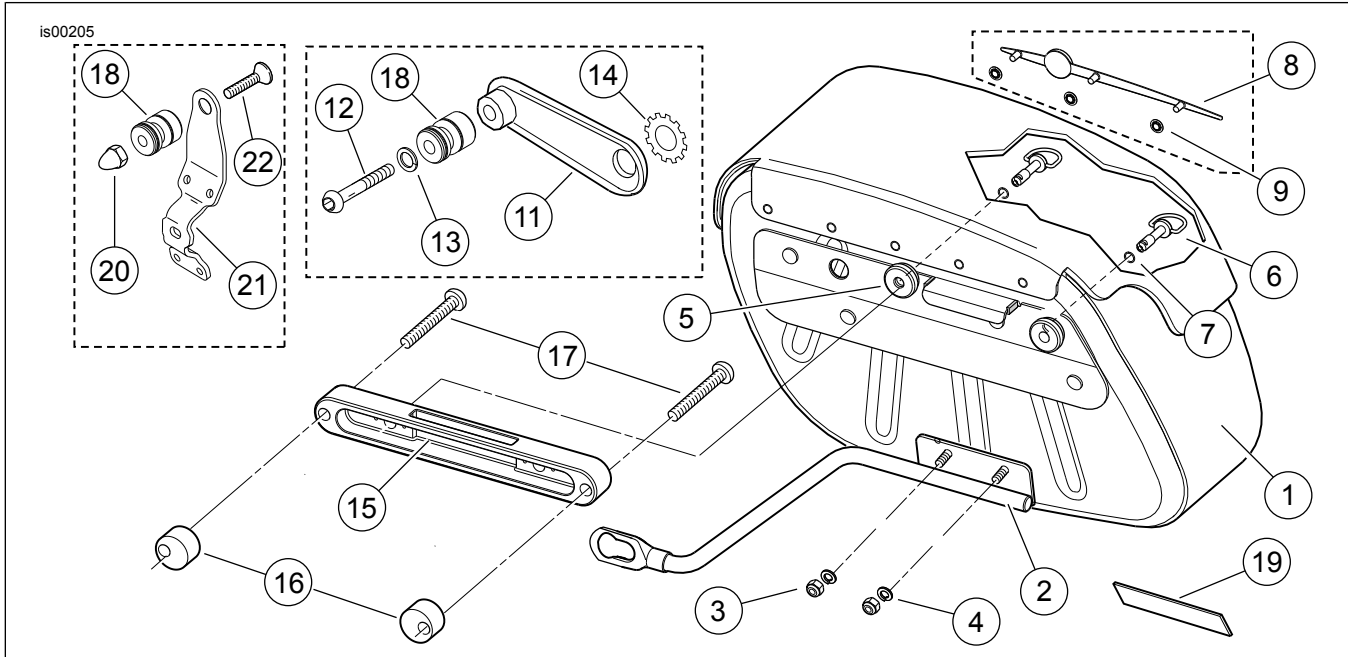

Figure 6. Pièces détachées : kits de sacoches amovibles Softail
9. Voir la Figure 6. Installer les réflecteurs du kit sur le côté extérieur du couvercle de sacoche, en les centrant entre les rivets de sangle. Les réflecteurs correspondent à un côté particulier. Prendre le réflecteur approprié du kit. Retirer le support de l'adhésif et appuyer fermement pour activer l'adhésif afin d'installer le réflecteur sur chaque sacoche.